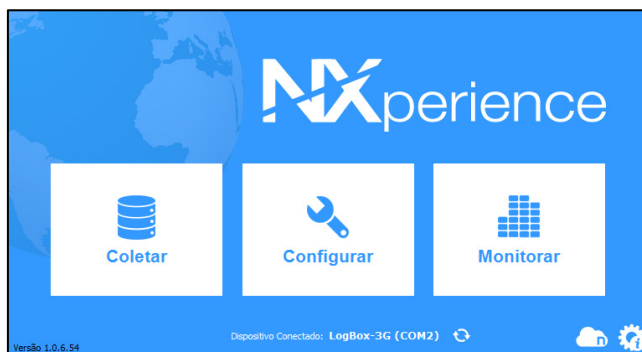
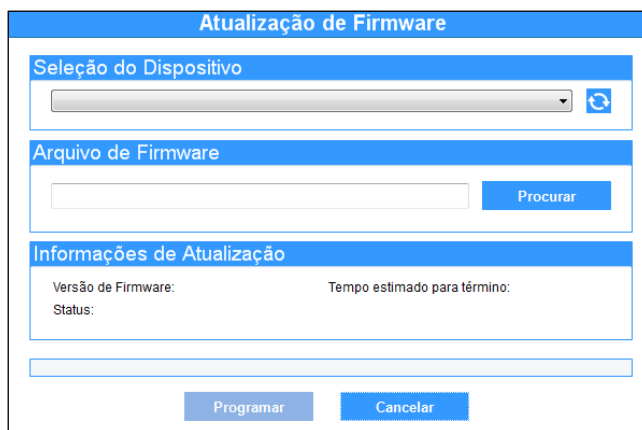

Fig. 54 – Tela inicial do NXperience
Fig. 55 – Atualização de firmware
- f. Na tela inicial do **NXperience**, como exibido na **Fig. 54**, pressionar simultaneamente as teclas Ctrl + Shift + F12 fará com que a tela de atualização de firmware torne a aparecer, como exibido na **Fig. 55**.